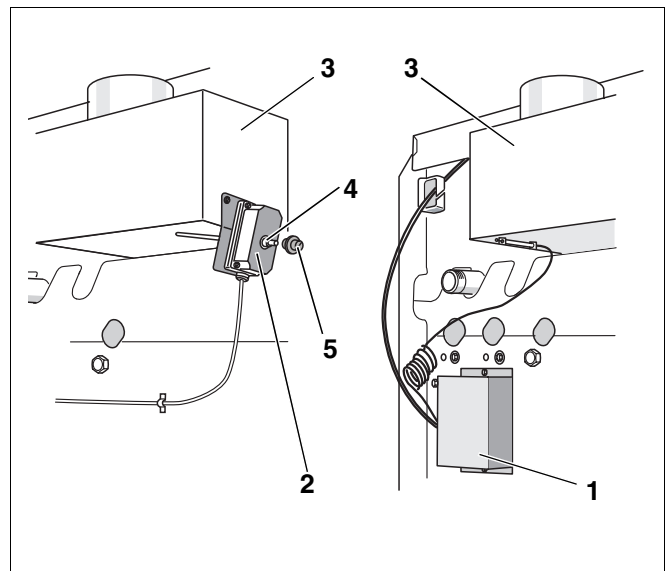

Abb. 11 Abgasüberwachungen
- Die Abgasüberwachung AW 50 (Abb. 11, **Pos. 1**) startet nach einigen Minuten den Brenner wieder automatisch, sofern Wärmebedarf besteht.
- Bei der Abgasüberwachung AW 10 (Abb. 11, **Pos. 2**) entfernen Sie nach ca. zwei Minuten die Schutzkappe (Abb. 11, **Pos. 5**) und drücken den Entriegelungsstift (Abb. 11, **Pos. 4**) ein.